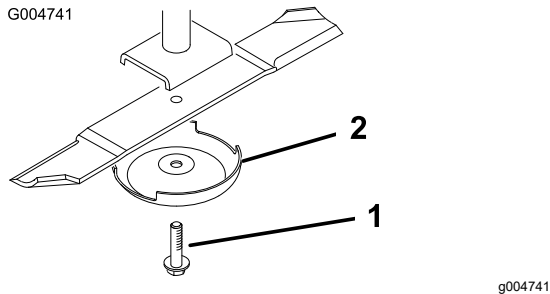

Figure 143
3. Enlevez le boulon, la coupelle de protection et la lame de l'axe de pivot (**Figure 143**).